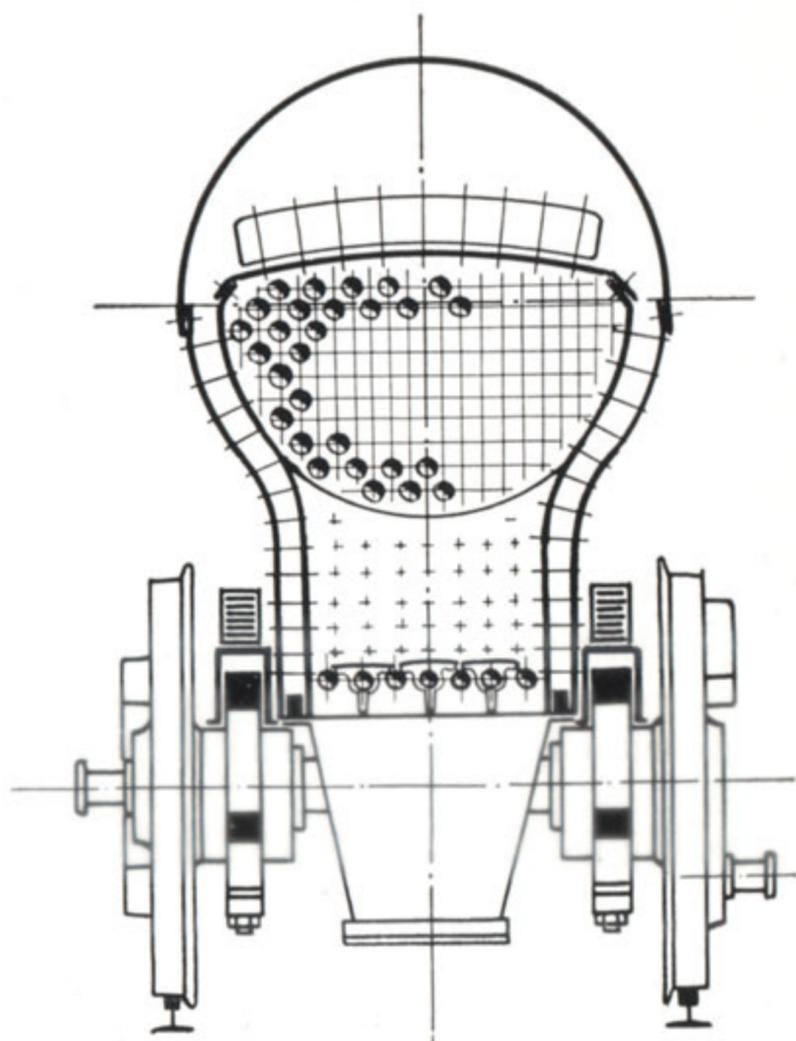

Fig. 16. — Foyer à grille à tubes d'eau pour anthracite en roche de la « Consolidation » n° 63 de 1866. (Dessin de l'auteur)
Décrivons maintenant cette belle machine : la chaudière du type wagon-top (5) avait un long foyer étroit entre les roues et de profondeur moyenne pour brûler l'anthracite en roche. La grille était du type à tubes d'eau, disposée horizontalement (fig. 16).